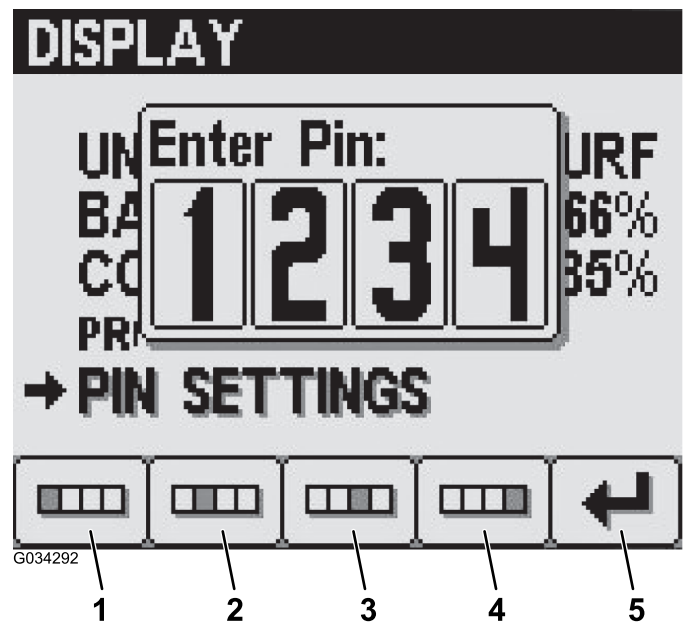

Figura 24
- Pulse los botones 1 a 4 para introducir su código PIN. Cuando termine de introducir el PIN, pulse el botón 5 (Figura 24).
3. Pulse los botones 1 a 4 para introducir su código PIN. Cuando termine de introducir el PIN, pulse el botón 5 (Figura 24).
4. En la pantalla Introducir PIN antiguo, pulse los botones 1 a 4 para introducir su código PIN antiguo, y pulse el botón 5 cuando termine de introducir el PIN (Figura 24).